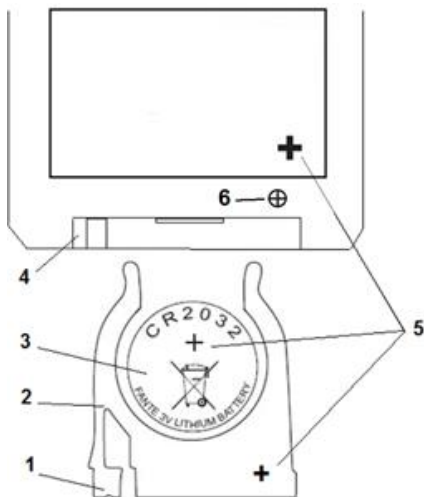

Abb. 13
**INSTALLATION DER BATTERIE IN DER FERNBEDIENUNG (Abb.13)**